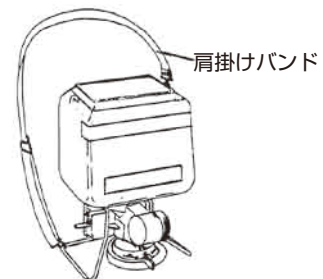

図5
2. タンク上ブタをしめ、肩掛けバンドを図5のように散粒機にかけ、肩から散粒機を下げて下さい。